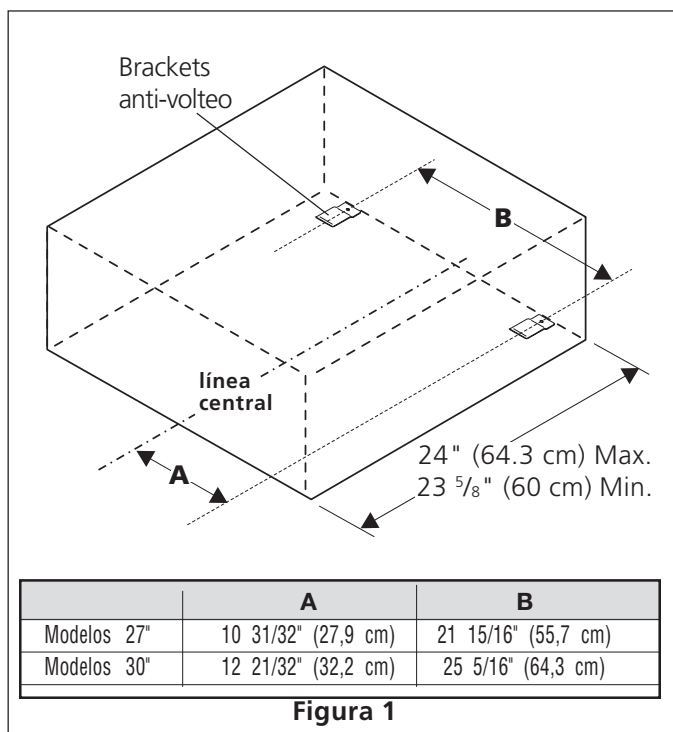

Figura 1
1. Instale los 2 brackets anti-volteo como muestra la figura 1. Instále los usando 2 de los 4 tornillos negros (10-16 X 1 1/4") suministrados.